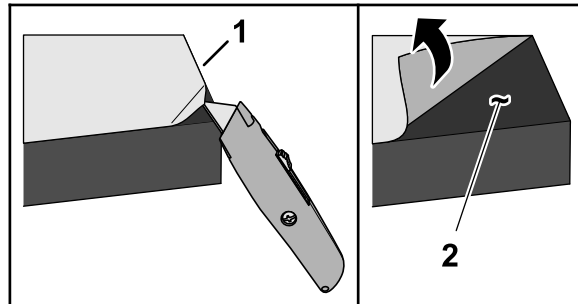

Рисунок 3
3. На 2 заглушках снимите защитную пленку со стороны, на которую нанесен чувствительный к давлению клей (PSA), как показано на Рисунок 3.